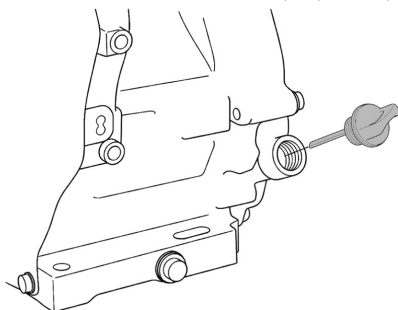

Рис. 9 Крышка-щуп маслосазливной горловины
3. Откройте крышку-щуп маслосазливной горловины и извлеките щуп (Рис. 9).
2. Выкрутите крышку-щуп маслозаливной горловины и извлеките щуп (Рис. 9).